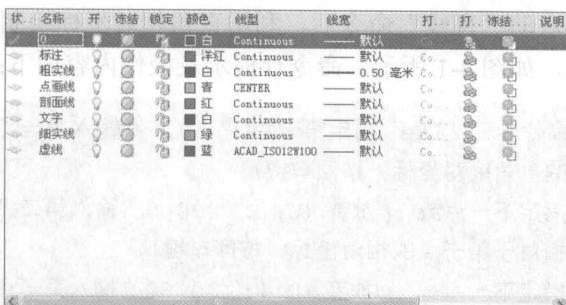

图 3-6 创建基本图层
Step 05 创建如图 3-6 所示的基本图层，在后面绘制机械图样时，基本上就用到这几种图层样式。